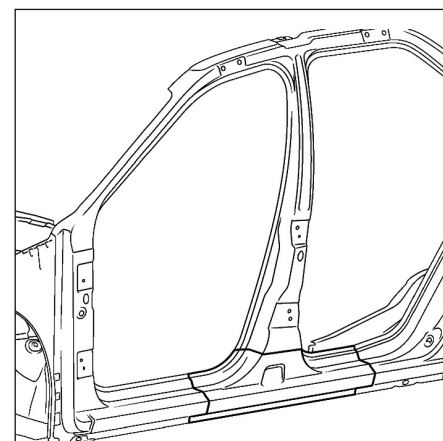

FIG.34
- partiel partie arrière (Fig.34),